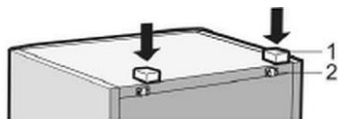

Fig. 2
8. Tag de to understøtninger (1) og indsæt dem i styrene (2) øverst på bagvæggen (fig. 2).